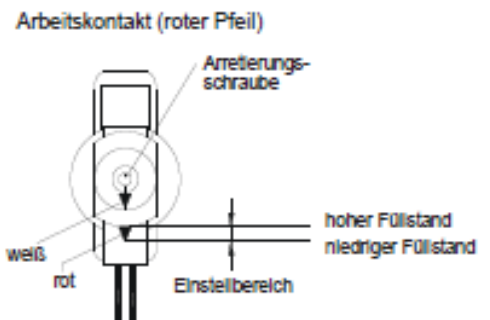
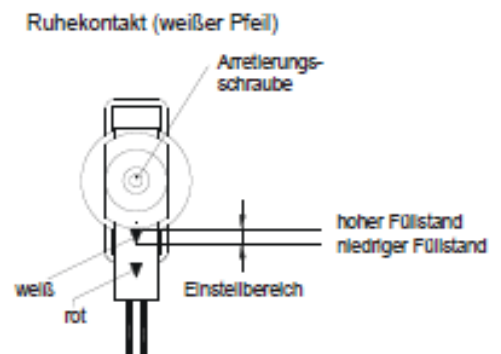

Abb. 15
Abb. 16
- Danach lösen Sie die Arretierungsschraube (Innensechskant SW2,5 und verschieben die Schalteinheit so weit, dass bei gewünschtem Arbeitskontakt (→ Abb. 15) der rote bzw. bei Ruhekontakt (→ Abb. 16) der weiße Pfeil am Eingang der Führung der Schalteinheit sichtbar ist.